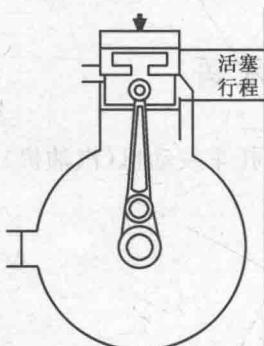

图 1-5 活塞的行程
(6)活塞的行程。如图 1-5 所示,活塞运行在上、下两个止点间的距离,简称行程,单位为 mm。